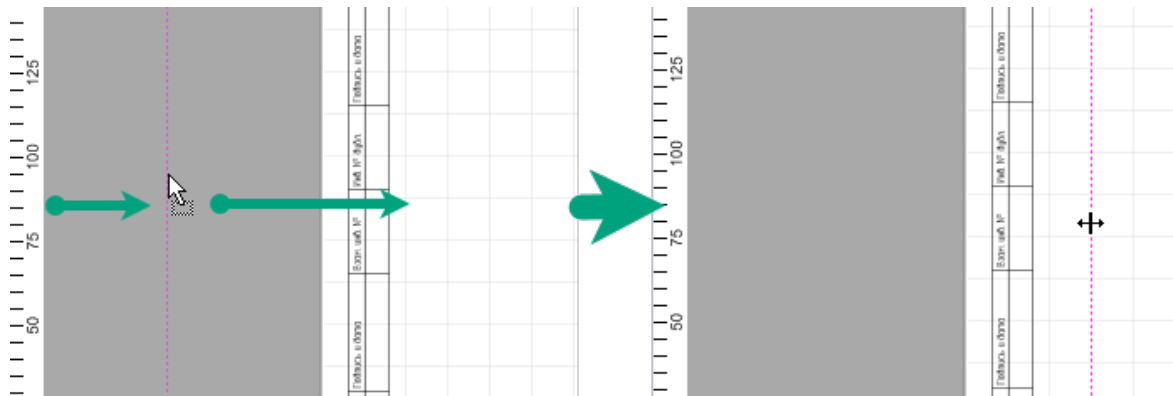

Рис. 341 Размещение направляющих линий
2. Удерживая кнопку мыши переместите курсор в рабочую область и отпустите кнопку после того, как линия будет размещена в выбранном месте, см. Рис. 341.